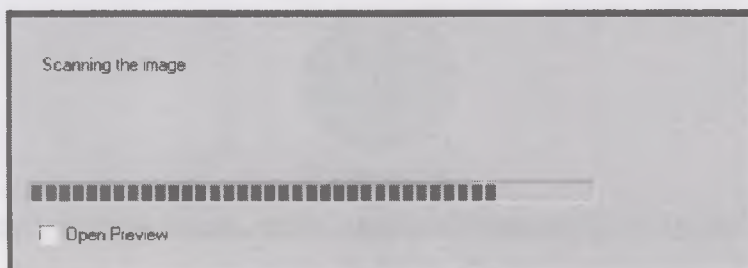

Рисунок 52
8.3.18 После завершения съемки на экране ПК появится окно выполнения процесса загрузки изображения (см. рисунок 52). Это означает, что изображение передается на ПК.